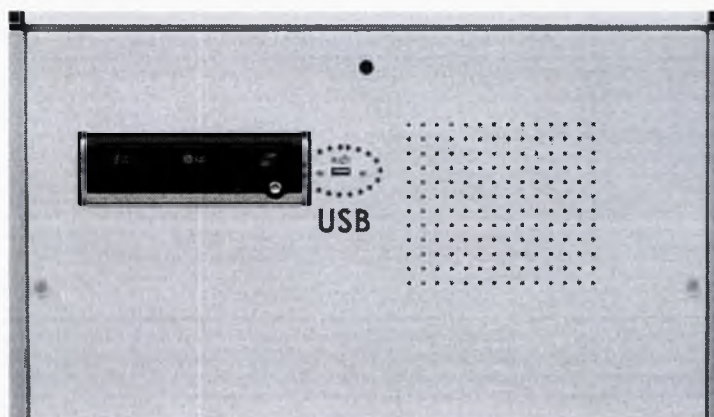

Рисунок 125
- вставить флэшку в USB разъем на передней панели монитора (см. рисунок 125);